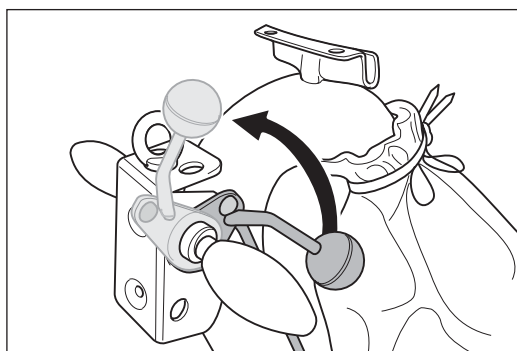

Abb. 19 Den Ablasshebel am Handgriff bis zum Anschlag nach oben ziehen. Dadurch wird die Schleifwalze vom Boden abgehoben.
- Vor dem Einschalten der Maschine immer die Schleifwalze vom Boden abheben (Abb. 19)!
- 1 Ziehen Sie den Ablasshebel am Handgriff bis zum Anschlag nach oben (Abb. 19). Dadurch wird die Schleifwalze vom Boden abgehoben.
- **Vor dem Einschalten der Maschine immer die Schleifwalze vom Boden abheben (Abb. 19)!**
- 1 **Ziehen Sie den Ablasshebel am Handgriff bis zum Anschlag nach oben (Abb. 19)!**